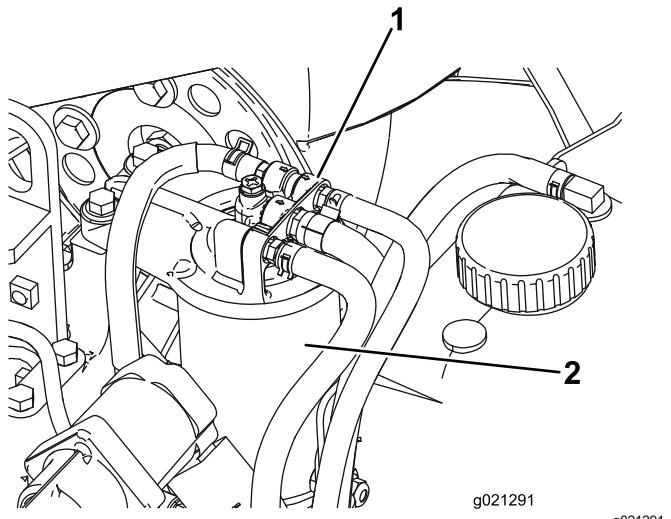

Figura 79
1. Limpie la zona alrededor del cabezal del filtro de combustible (Figura 79).
2. Retire el filtro y límpie la superficie de montaje del cabezal del filtro (Figura 79).